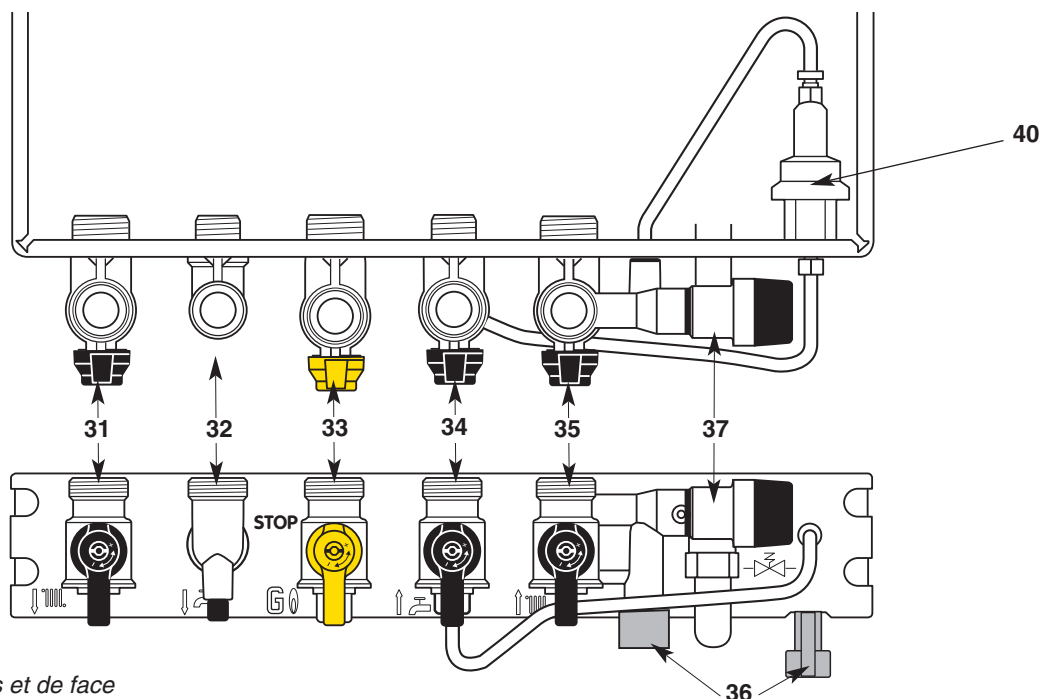

Fig. 22 - Vues de dessus et de face
### Barrette robinetterie (fig. 22)
3. Ouvrez l'arrivée du gaz, robinet gaz **33** (fig. 22), sur la position  .
- Coupez l'arrivée du gaz en tournant le robinet **33** (fig. 22), sur la position STOP .
*Dans certains cas d'installation, il est possible qu'il se produise, après puisage d'eau chaude, un léger réchauffement de la canalisation (et éventuellement d'un radiateur). Pour l'éviter, il suffit de fermer le robinet départ chauffage **31** (fig. 22).*